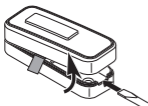
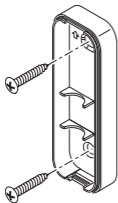

Figure 1
Figure 3
1. **Retirez la languette orange de la pile du bouton-poussoir.** Ôtez la partie arrière du boîtier en enfonçant la patte du bas au moyen d'un petit tournevis (voir la Figure 1). Retirez la languette orange.
- **Au moyen de vis :** Pour faire l'installation avec les vis, enlevez le dos du boîtier en poussant sur les agrafes de la base avec un tournevis (voir la Figure 1). *Remarque :* Enlevez les débris des trous de vis (au besoin) avant d'installer les vis. Fixez le dos du boîtier au chambranle ou au mur (voir la Figure 3). Enclenchez la partie avant de l'unité de bouton-poussoir en place.